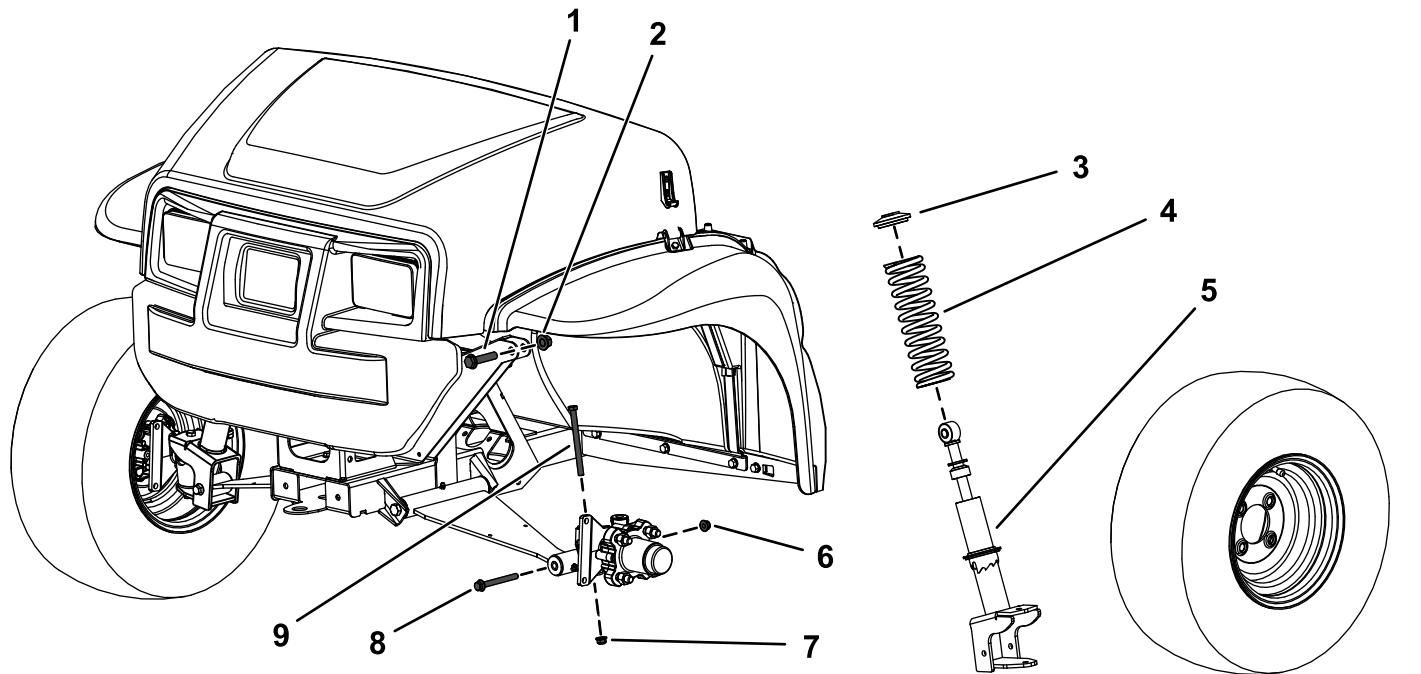

Figure 2
3. Retirez le boulon à tête hexagonale ($\frac{3}{8}$ " x $4\frac{3}{4}$ ") et l'écrou à embase ($\frac{3}{8}$ ") de la fusée (Figure 2).
4. Retirez le boulon à tête hexagonale ($\frac{3}{8}$ " x $3\frac{1}{2}$ ") et l'écrou à embase ($\frac{3}{8}$ ") du bras de suspension (Figure 2).
5. Retirez le boulon à tête hexagonale ($\frac{1}{2}$ " x $2\frac{1}{4}$ ") et le contre-écrou ($\frac{1}{2}$ ") qui fixent la jambe de suspension au cadre supérieur (Figure 2).
6. Déposez la jambe de suspension (Figure 2).
3. Déposez le ressort la jambe de suspension (Figure 2).
4. Installez le nouveau ressort sur la jambe de suspension existante (Figure 2).
tête hexagonale supérieur ($\frac{1}{2}$ " x $2\frac{1}{4}$ ") et le contre-écrou ($\frac{1}{2}$ "), comme montré à la Figure 2.
4. Placez le boulon à tête hexagonale ($\frac{3}{8}$ " x $4\frac{3}{4}$ ") et l'écrou à embase ($\frac{3}{8}$ ") sur la fusée (Figure 2).
6. Fixez la partie inférieure de la jambe de suspension au bras de suspension à l'aide du boulon à tête hexagonale supérieur ($\frac{3}{8}$ " x $3\frac{1}{2}$ ") et de l'écrou à embase ($\frac{3}{8}$ "), comme montré à la Figure 2.